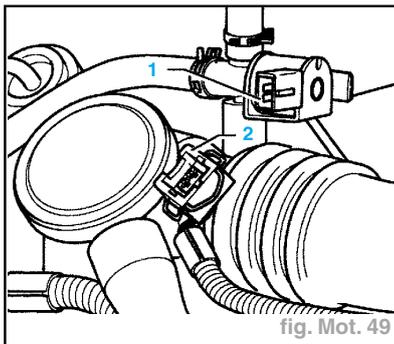

fig. Mot. 49
- Débrancher la fiche (2) de l'électrovanne pour la limitation de suralimentation (N75) (1) (fig. Mot. 49).